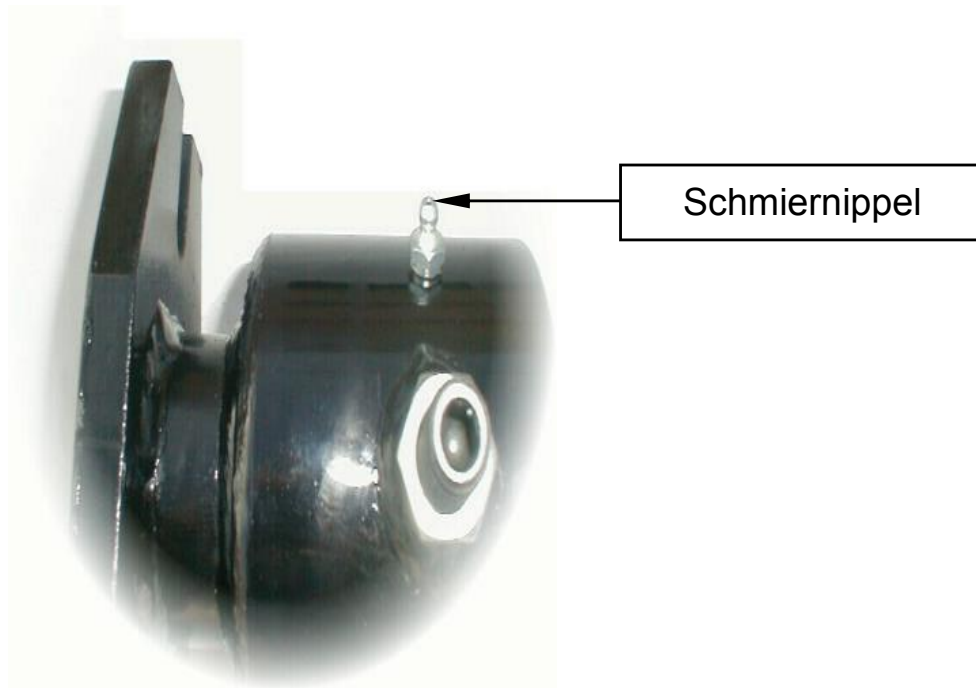

Abb. 2
- Antriebsflansch schmieren! (Abb.2)